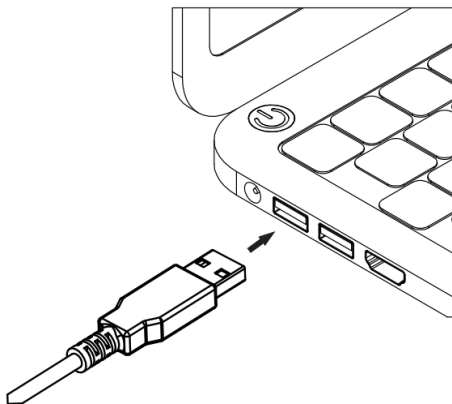

Fig. 13
b. O vivante PS deve ser conectado a uma porta USB 2.0 ou superior, conforme a Fig. 13. Após, ligar a fonte de alimentação em uma tomada elétrica.